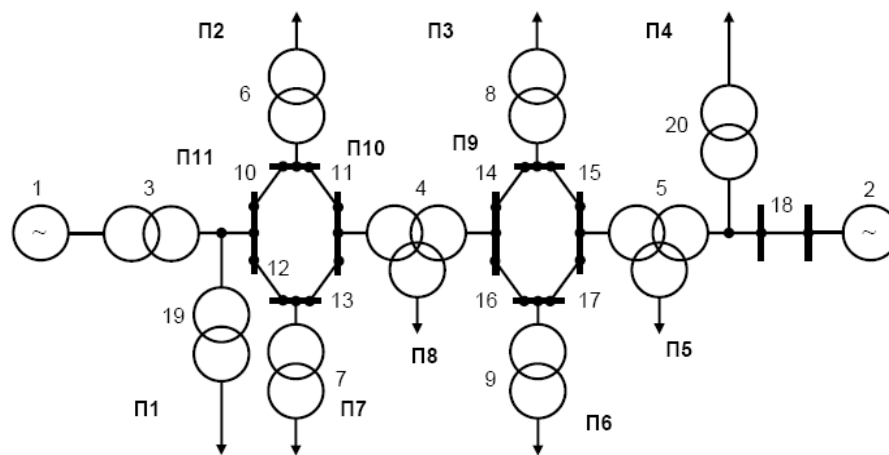

Рисунок 2.1 - Схема системы электроснабжения
**Задача 2.1.** Схема системы электроснабжения представлена на рис. 2.1. Номер потребителя выбирается в соответствии с заданным номером варианта.
**Задача 2.2.** Система электроснабжения представлена на рис. 2.1. Число элементов системы электроснабжения в сечении не превышает 3.